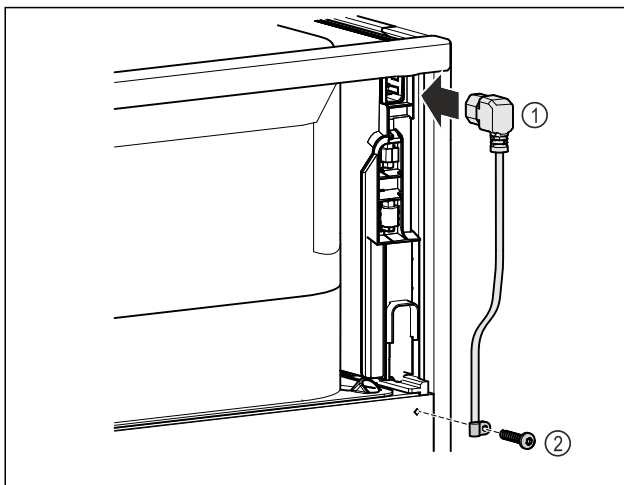

Fig. 11
- ▶ Inserire la presa del frigorifero del cavo di alimentazione Fig. 11 (1) sul retro dell'apparecchiatura.
- ▶ Montare il serracavo. Fig. 11 (2)